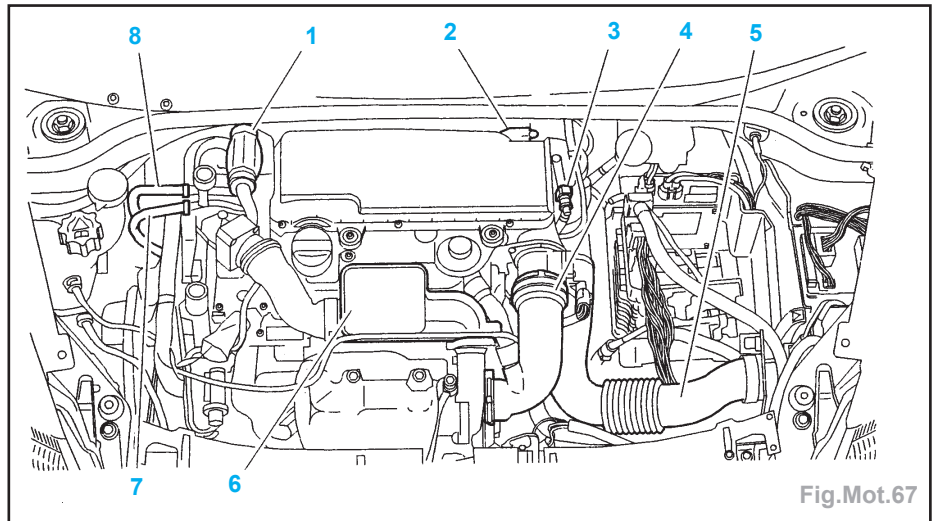

Fig.Mot.67
- Déposer (Fig.Mot.67) :
- le manchon d'air (5),
- la poire d'amorçage gazole (1),